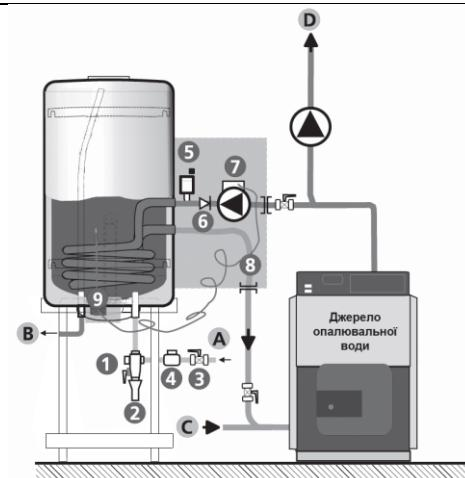

Рис. 6. Підключення бойлера
6.2. Підключення до системи водопостачання (рис. 6):
Підключення (рис. 6):
6.3. Підключення бойлера до тепловодної мережі (рис. 6).